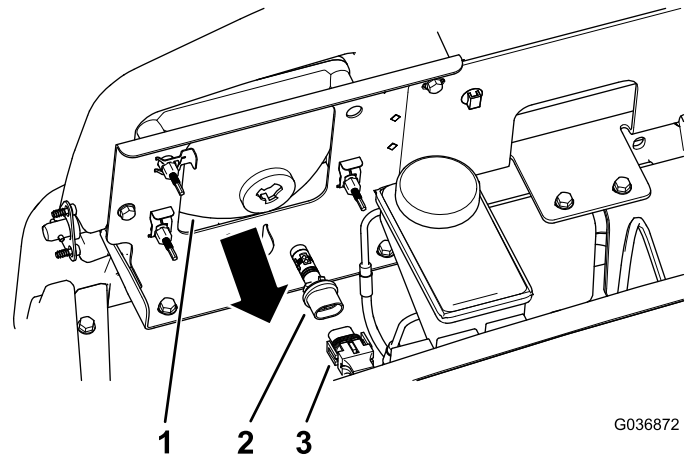

Bild 51
- Schließen Sie den elektrischen Anschluss für den Kabelbaum vom Lampenanschluss hinten am Scheinwerfergehäuse ab (Bild 51).
- Drehen Sie die Birne um eine Vierteldrehung nach links und bewegen sie nach hinten aus dem Lampengehäuse (Bild 51).
- Setzen Sie die neue Birne und das neue Scheinwerfergehäuse ein und fluchten Sie die Nasen in der Birne mit den Schlitten im Scheinwerfergehäuse aus (Bild 51).
- Drehen Sie die Lampe um eine Vierteldrehung nach rechts, um sie zu befestigen (Bild 51).
- Schließen Sie den elektrischen Anschluss für den Kabelbaum am Anschluss der neuen Lampe an (Bild 51).